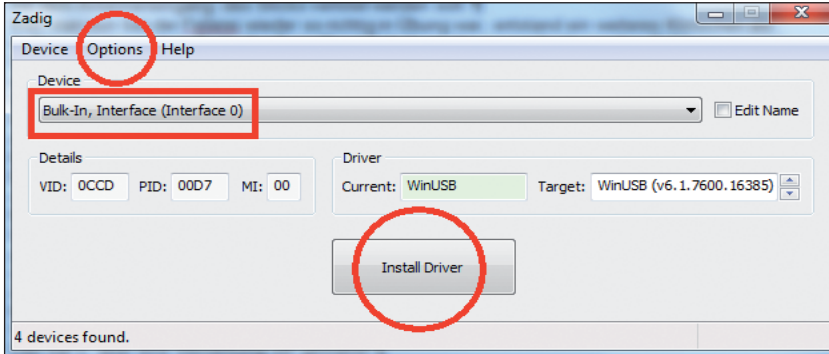

Bild 2: Ohne die Installation des richtigen Treibers läuft nichts (siehe Text)
a. Man schließt den Stick an den Rechner an, wechselt in den neu entstandenen SDRinstall-Ordner und kämpft sich darin bis zum Unterordner „sdrsharp“ durch. Darin wird das Programm „zadig.exe“ gestartet und im auftauchenden Menü (Bild 2) die Karteikarte „Options“ geöffnet. Mit „List all Devices“ kommt man an alles heran, was mit USB arbeitet; in der Liste wird der Stick z.B. „Bulk-In, Interface (Interface 0)“ ausgewählt. Normalerweise akzeptiert ihn das Programm in dieser Form und die Aufforderung „Install Driver“ wird ohne Protest ausgeführt. Ein sicheres Zeichen ist die abschließende Meldung „Driver installed successfully“.